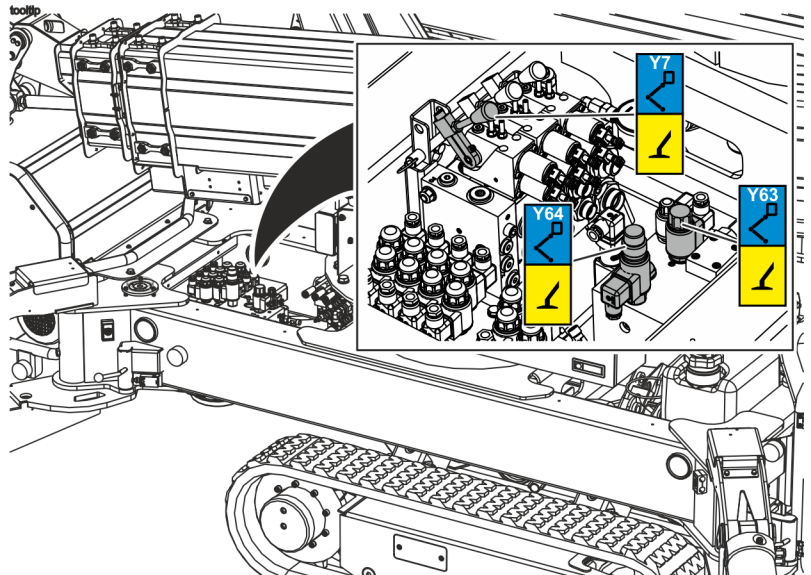

Abb. 166: Ventile Bühne
2. Das Druckbegrenzungsventil (Abb. 166/Y64) vollständig eindrehen.
3. Die schwarze Kappe vom Freigabeventil (Abb. 166/Y63) abschrauben und die Ventilbetätigung vollständig herausdrehen.